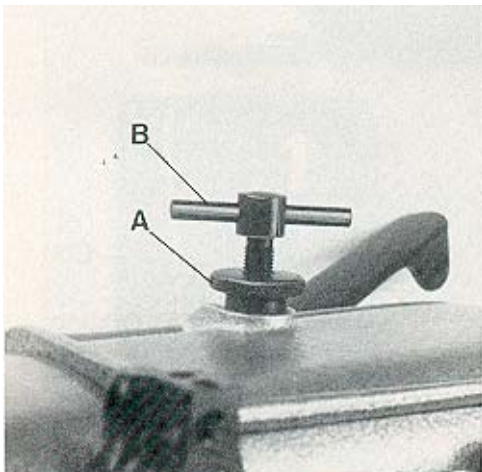

Fig. 24
Rotate handwheel until the lower feed dog is below the throat plate. Loosen knurled nut (A, Fig. 24) and turn out T-screw (B) until it does not exert any pressure on the leaf springs. In this position, the pressure exerted on the presser foot should be so strong that the presser foot bottom and the front end of the presser foot tongue rest squarely on the throat plate.
Drehen Sie das Handrad bis der untere Transporteur unter der Stichplatte steht. Lösen Sie die Rändelmutter (A, Fig. 24) und drehen Sie die Knebelschraube (B) soweit heraus, daß sie nicht mehr auf die Blattfedern drückt. In dieser Stellung soll der Druck auf den Druckerfuß so stark sein, daß die Druckerfußsohle und das vordere Ende der Druckerfußzunge flach auf der Stichplatte aufliegen.
Now turn in T-screw (B, Fig. 24) until the necessary presser foot pressure for proper feeding is exerted (determine by sewing tests). Secure this setting with the knurled nut (A), which simultaneously fastens the upper arm cover. Remount the face cover and the finger guard.
Nun drehen Sie die Knebelschraube (B, Fig. 24) soweit ein, daß der zum einwandfreien Transport notwendige Drückerfußdruck erzeugt wird (durch Nähversuche ermitteln). Sichern Sie diese Einstellung mit der Rändelmutter (A), mit der gleichzeitig der obere Armdeckel befestigt wird. Montieren Sie den Stirndeckel und den Fingerschutz wieder.